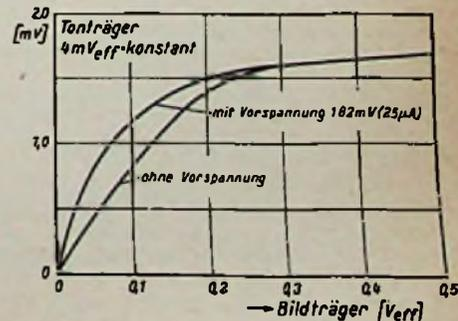

Bild 3. Verlauf der Mischkennlinien für kleine Bildträgerspannungen
In diesem Fall ist also eine starke Amplitudenmodulation des 5,5-MHz-Inter carriersignals die Folge. Bild 3 zeigt Messungen an der Valvo-Diode OA 70 bei kleinen Bildträgerspannungen, wobei die Amplitude des Tonträgers nach folgenden Überlegungen ermittelt werden kann.
2. Der Abknick-Punkt der in Bild 1 und 3 angegebenen Kurven sollte durch eine geringe Arbeitspunktverschiebung der Video-Diode in das Durchlaßgebiet nach links verschoben werden (Bild 3).